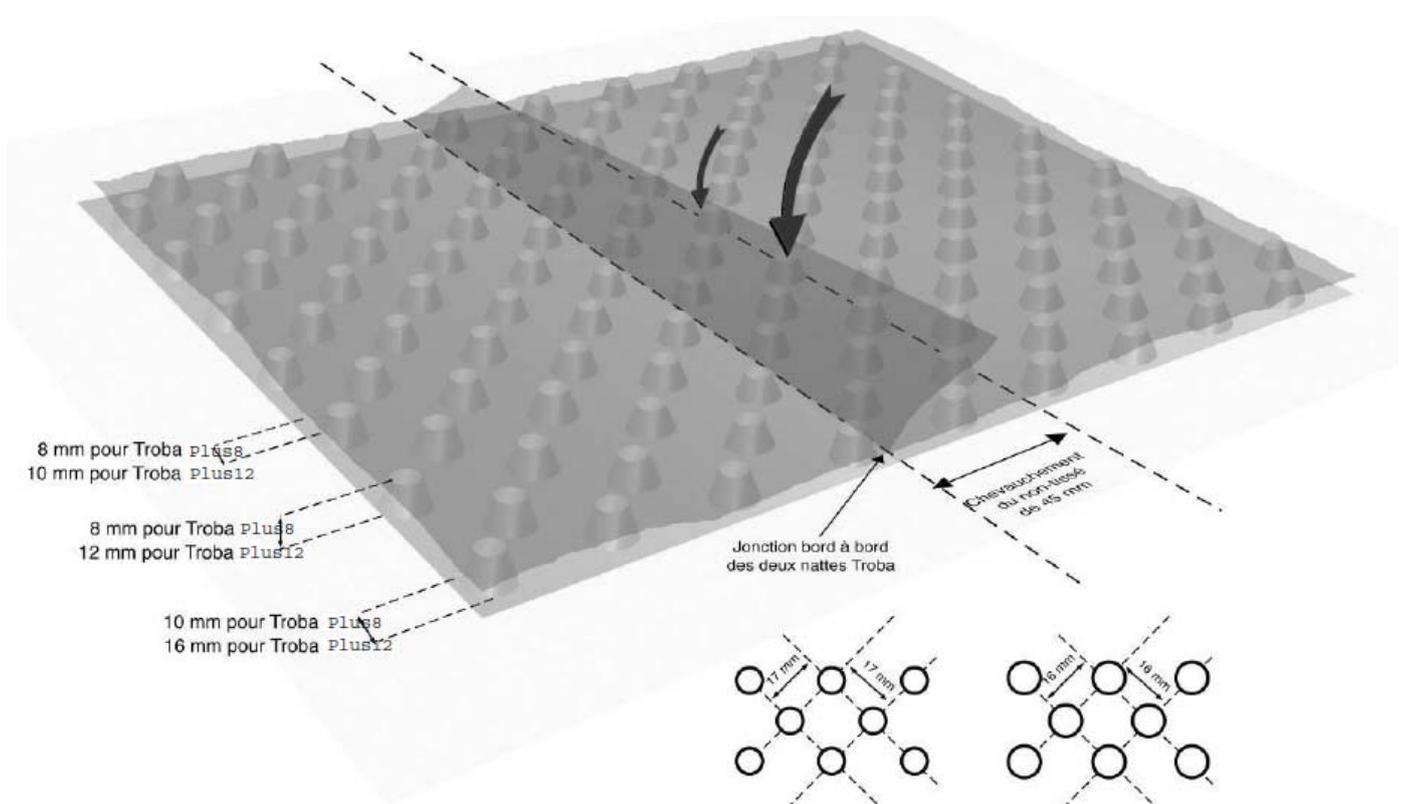

Figure 2 - Mise en œuvre de SCHLÜTER-TROBA PLUS 8 et SCHLÜTER-TROBA PLUS 12 :
- soit les lés sont posés bord à bord (figure 2) en faisant chevaucher le non tissé en débord,